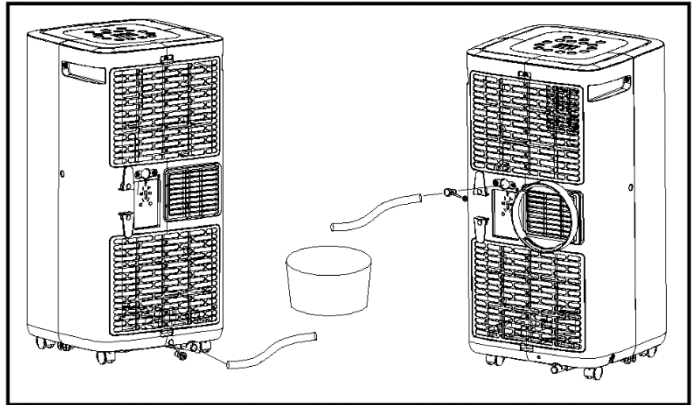

Abb.4
- Kontinuierliche Drainage (nur im Entfeuchtungsmodus): Entfernen Sie bitte den Wasserabflußstopfen an der Unterseite des Geräts und schließen Sie den Drainageschlauch an die Öffnung an. Bitte und lassen Sie das Wasser in einen Behälter auslaufen (Abb.4).